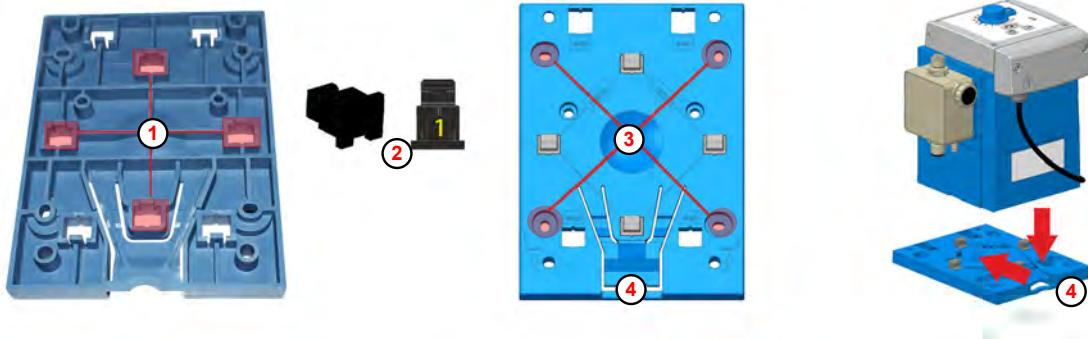

Fig. 4: Predisposizioni per montaggio su tavolo
Le aperture per il montaggio su tavolo (Fig. 4, ①) sono contrassegnate con il numero 1 sul lato inferiore della piastra di montaggio.